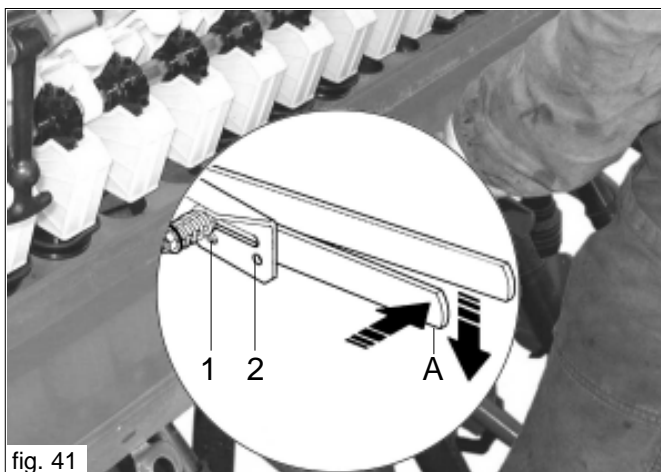

fig. 41
- Abaisser le râtelier au moyen du levier (A Fig. 41): par une légère pression latérale, déplacer le pivot du levier de la position (1) à la position (2).